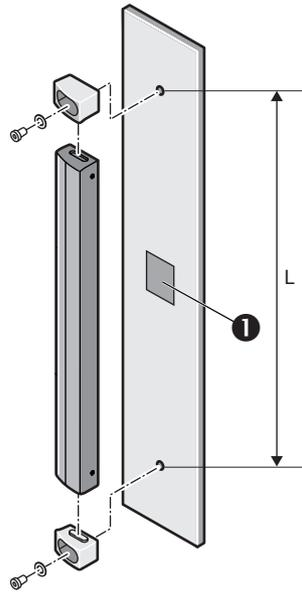

Рисунок 40: Монтаж miniTwin4 с помощью крепления O-Fix
2. Вставить Twin-Stick между двумя креплениями O-Fix. Для вариантов использования, при которых могут возникать высокие колебания и вибрации, приклеить Twin Stick к монтажной поверхности начиная с устройства длиной 600 мм двухсторонней липкой лентой в середине устройства (см. ❶ при рисунок 40).